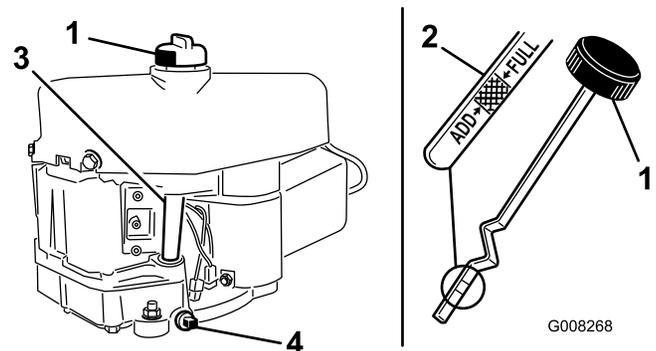

Figure 24
7. Nettoyez la surface autour de la jauge d'huile (Figure 24) pour éviter que des impuretés ne s'introduisent dans le goulot de remplissage, ce qui risquerait d'endommager le moteur.
8. Retirez la jauge d'huile et essuyez soigneusement l'extrémité métallique (Figure 24).
9. Revissez la jauge complètement dans le goulot de remplissage (Figure 24).
9. Enlevez le bouchon de vidange pour permettre à l'huile de s'écouler (Figure 24).
11. Nettoyez la surface autour du bouchon de la jauge de niveau d'huile et dévissez le bouchon (Figure 24).
12. Versez avec précaution environ 80% de l'huile moteur dans le goulot de remplissage (Figure 24).